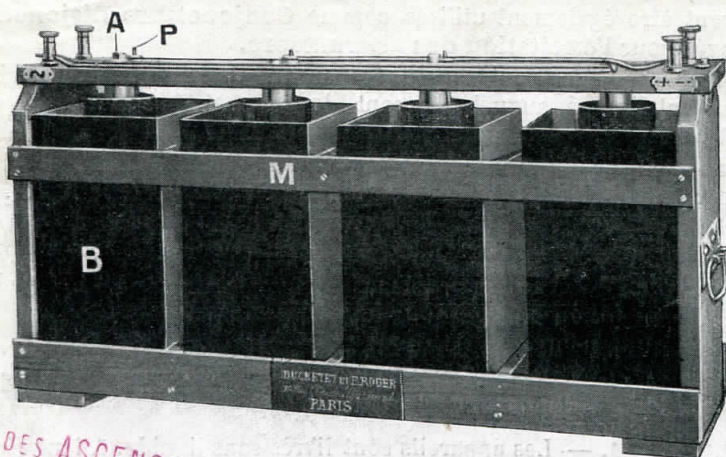

Fig. 1
16. **Clapet électrolytique**, type de 1 à 3 ampères, modèle avec bacs métalliques (fig. 1). 115 »
18. **Clapet électrolytique**, type de 3 à 5 ampères (fig. 1) . . . 145 »